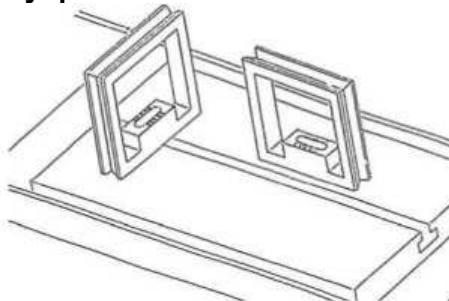

Рис. 2
- Один уровень установите продольно, а второй поперечно (см. Рис. 2).